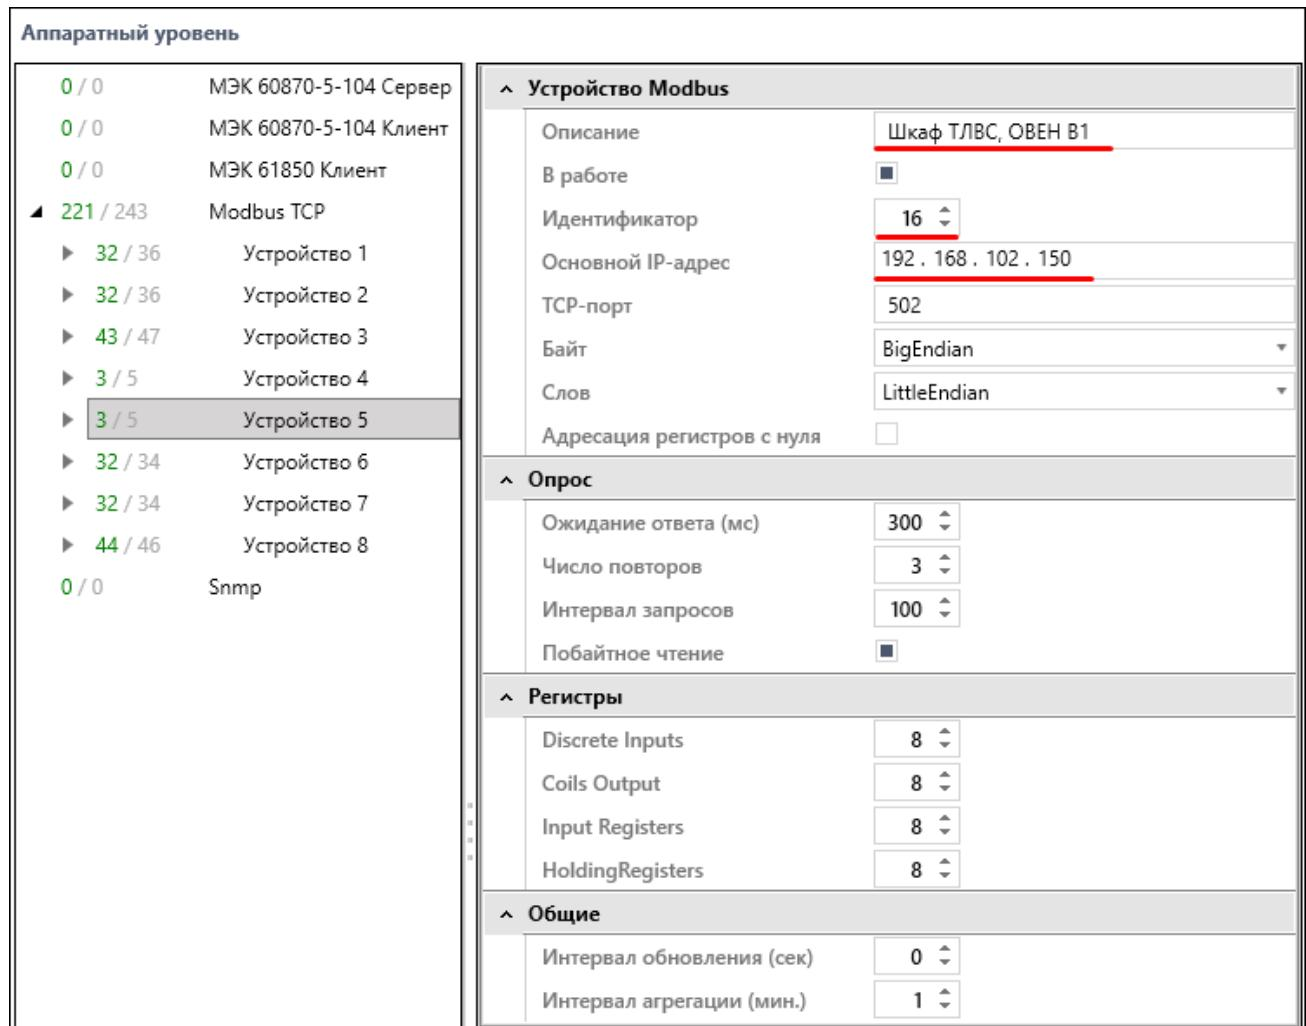

Рисунок 460 - Устройство второго шлюза
3. В созданных устройствах 5-8 заполните форму конфигурирования согласно п.2 раздела **Настройка соединений по Modbus TCP** документа «Redkit Builder. Руководство администратора. ПБКМ.62.01.29.000-410.03», но с указанием идентификатора устройства N (где N - номер устройства), и IP-адресом второго шлюза (Рисунок 460).